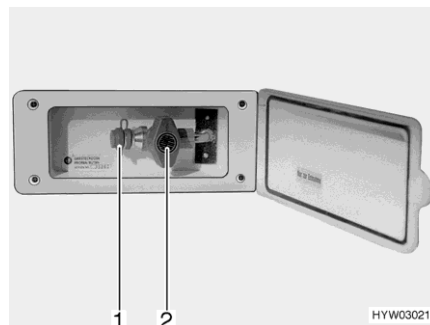

Fig. 82 Toma exterior de gas (válvula de paso de gas cerrada)
- Conectar el aparato de gas externo en el punto de conexión (Fig. 82,1).
- Abrir la válvula de paso de gas (Fig. 82,2).